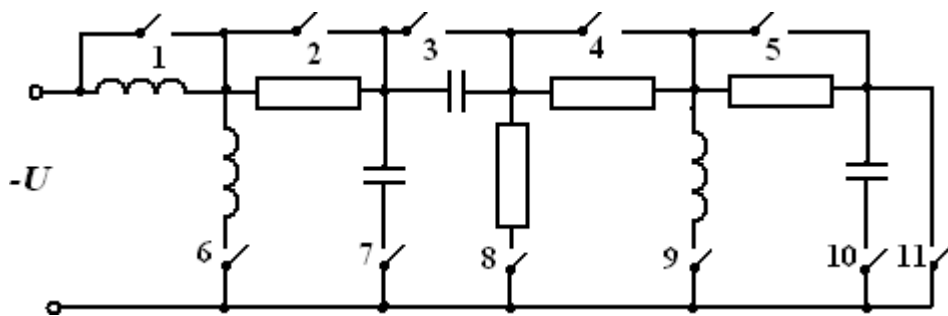

Рис. 1. Схема до завдання 2.5.
2.5. Зарисувати електричну схему (рис. 1) з певною комбінацією вимикачів відповідно до вашого варіанту.